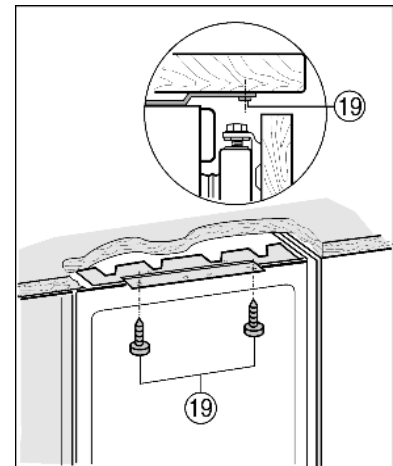

Fig. 12
- ▶ Avvitare con viti lunghe per truciolare Fig. 12 (19) in alto.